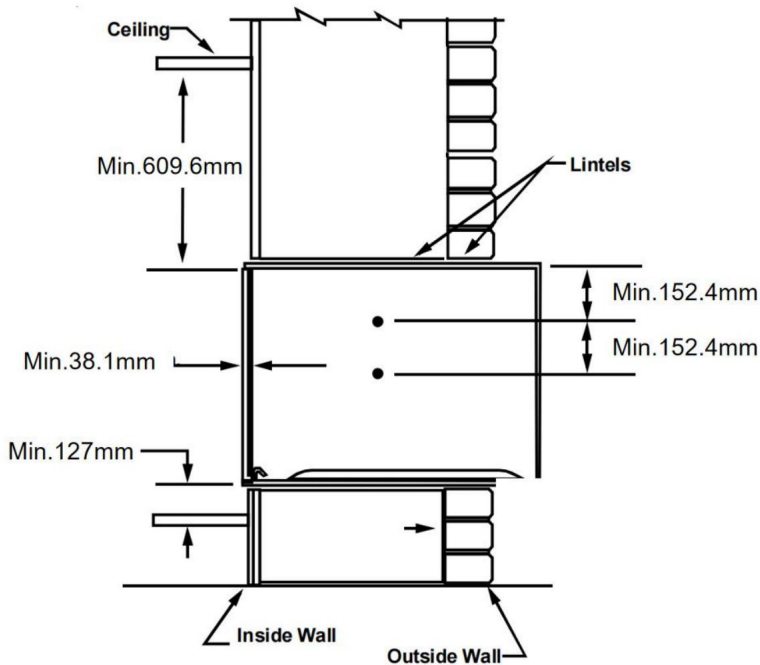

Abbildung 2
2. Die Wandhülse muss mit einem Mindestabstand von 127 mm zum Boden und 38,1 mm zu angrenzenden Wänden installiert werden. Die Mindestabstände der Hülse in den Raum hinein und aus ihm heraus finden Sie in Abbildung 2.